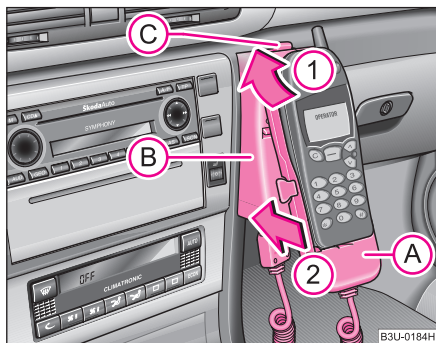

Fig. 129 Adaptare universală pentru telefon față
- Așezați adaptorul fără telefon în suportul (B), în sensul indicat de săgeata (1) → fig. 129, până când adaptorul atinge contactul. Apăsați apoi ușor adaptorul în sensul indicat de săgeata (2), până se fixează.
- Așezați telefonul în adaptorul (A) (conform instrucțiunilor producătorului) și puneți contactul.